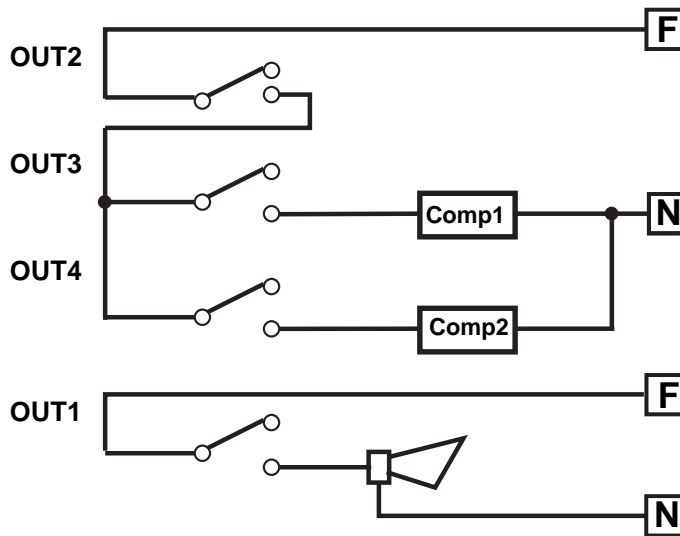

Fig.39
**Soluzione:** si utilizzerà un controllo a 4 uscite (IRxxZ); si sfrutteranno due uscite per la regolazione (OUT3 e OUT4), e una per la remotazione dell' allarme (OUT1). L'uscita OUT2 sarà utilizzata per disattivare le uscite OUT3 e OUT4 quando T2 < 8°C. Per far ciò è sufficiente, a livello di collegamento elettrico, porre OUT2 in serie con OUT3 e OUT4, quindi rendere attiva OUT2 solo quando NTC1 (T2) è superiore a 8°C; (vedere schema sottostante fig. 39).